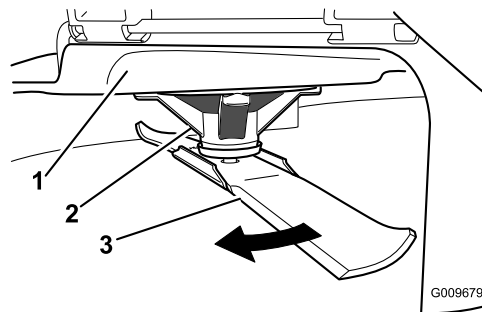

Figura 52
2. Llevando guantes fuertemente acolchados u otro tipo de protección apropiada para las manos, gire la cuchilla a medir lentamente hasta una posición que permita medir eficazmente la distancia entre el filo de corte y la superficie nivelada en la que descansa la máquina (Figura 52).